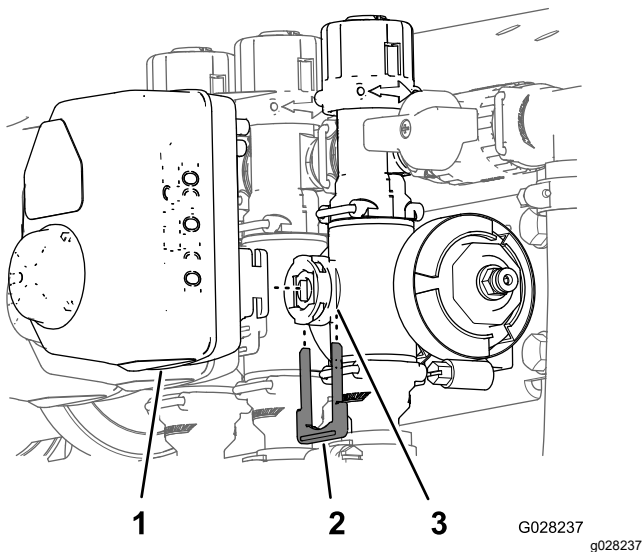

Figura 9
- Retire la horquilla de retención que sujeta el actuador la válvula multivía (válvula de sección o válvula de agitación) (Figura 9).